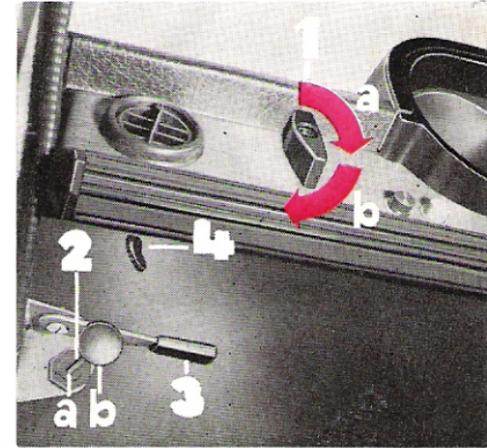

Bild 10
Diese wird mit dem Regelhebel (4) (Bild 10) bedient, der sich unterhalb der Luftdusche unter der Instrumententafel befindet. Durch Drehen des Leitringes kann dem Luftstrom die gewünschte Richtung gegeben werden.
Der **Lichtdreheschalter** (1) ist in Uhrzeigerichtung zu betätigen (Bild 10).
Die **Jalousiebetätigung** (2) erfolgt mit einem Knopf, der herausgezogen werden kann (Bild 10).